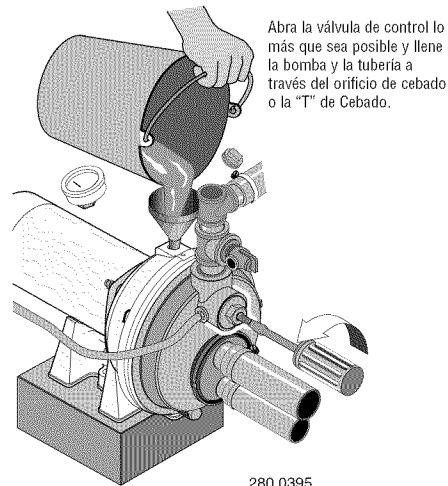

Figura 15: Llenado de la Bomba
1. Abra la válvula de control lo más que sea posible (vea la Figura 15). Despues retire el tapón de cebado de la bomba y llénela, llenando toda la tubería entre la bomba y el pozo; asegúrese de que toda la tubería en el pozo esté llena. Si también instaló una "T" de cebado en la tubería de succión, retire el tapón de la "T" y llene la tubería de succión.